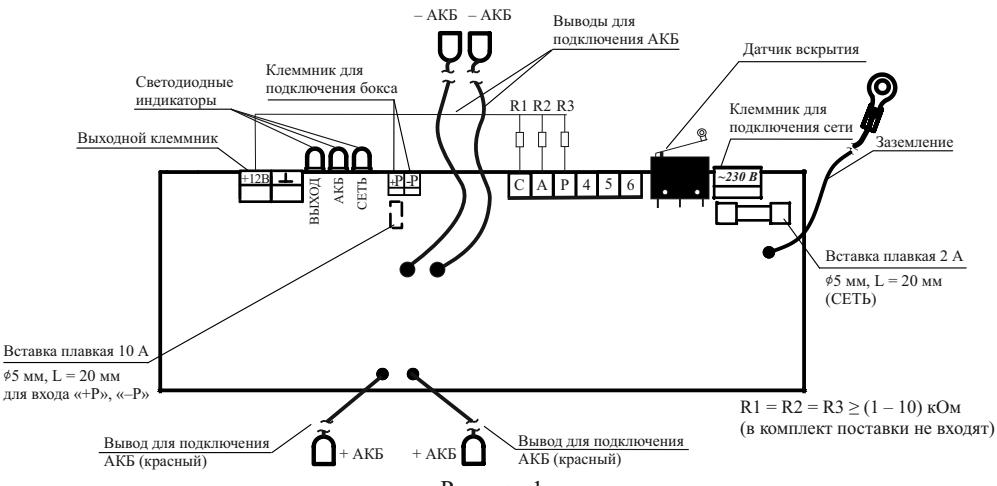

Рисунок 1
При закрытии крышки источника питания срабатывает концевой выключатель, который производит изменение состояния на клеммах «4», «5» и «6» (рисунок 1). При нажатии рычага концевого выключателя контакты «4» и «5» замкнуты, а «4» и «6» разомкнуты. При открытой крышке контакты «4» и «5» разомкнуты, а «4» и «6» замкнуты.
6.4 Для подключения источника следует использовать провода с максимальным сечением согласно п. 2.15. Подключение источника (рисунок 1) производить в следующей последовательности: